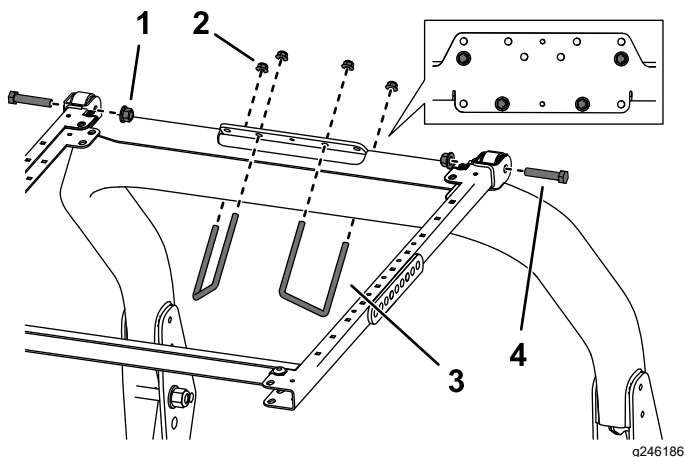

Figura 35
7. Usando los taladros de montaje indicados en la Figura 35, monte el soporte de montaje del ROPS en la parte superior de la barra antivuelco con 2 pernos en U (3½") y 4 tuercas con arandela prensada.
6. Coloque el soporte de montaje del ROPS encima de la barra antivuelco de la unidad de tracción (Figura 35). Asegúrese de que la barra antivuelco está centrada en el soporte de montaje del ROPS.